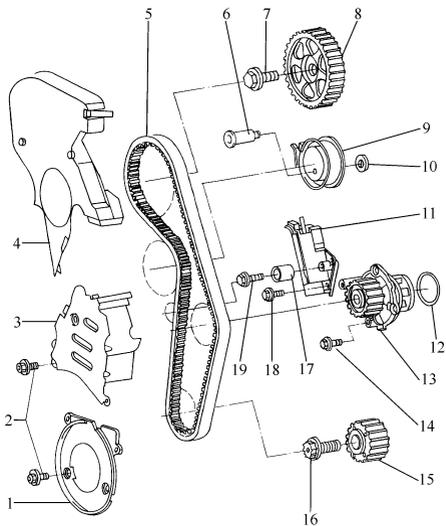

图 2-43 同步带传动
1) 拆卸同步带前, 须用粉笔标出同步带旋转方向, 否则, 安装后同步带沿错误方向旋转, 会导致带断裂。同步带传动如图 2-43 所示。